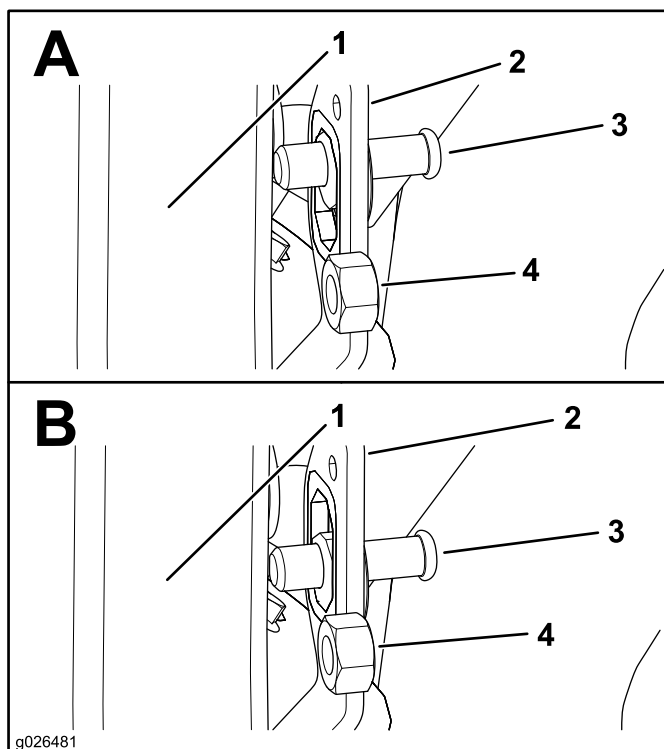

Figure 8
1. Centrez la goupille de verrouillage dans son support sur le longeron (Figure 8).
4. Serrez l'écrou hexagonal (7/16 po) lorsque la goupille de verrouillage atteint 1,9 à 2,2 cm, comme montré à la Figure 8.